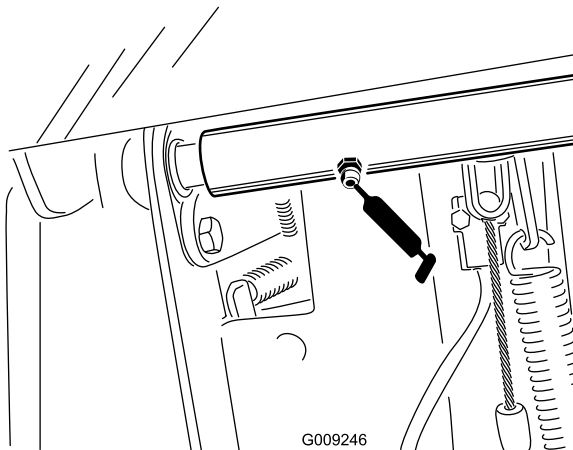

Рисунок 51
- Шарнирная опора вала тормоза (1 шт.) (Рисунок 51)